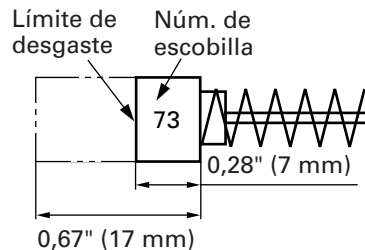

Fig. 10
3. Inspeccionar los carbones de contacto (Fig. 10)
NOTA: Utilice las escobillas HITACHI Núm. 73 indicadas en la Fig. 10.